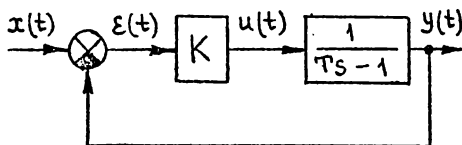

Рис.27
22. Смоделируйте систему регулирования (рис.27), состоящую из неустойчивого объекта с передаточной функцией $W(s) = 1/(Ts - 1)$ и регулятора, реализующего пропорциональный закон регулирования $u(t) = K\varepsilon(t)$.
$u(t) = K\varepsilon(t) + \int_0^t \varepsilon(\tau) d\tau$. Убедитесь теоретически и экспериментально, что данная система является устойчивой при тех же условиях, что и исходная (рис.27), но в отличие от нее не дает установившейся ошибки при обработке ступенчатых воздействий.